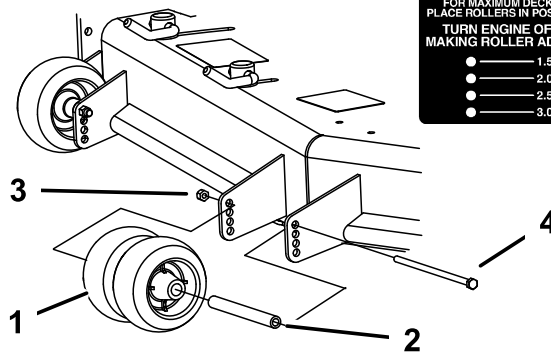
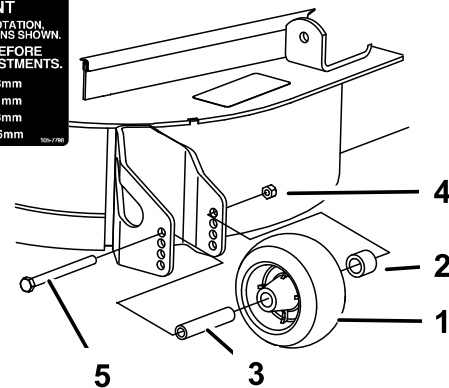

**Figura 28**
**Figura 29**
3. Ajuste los rodillos protectores del césped según se muestra en Figura 28, Figura 29 y Figura 30.